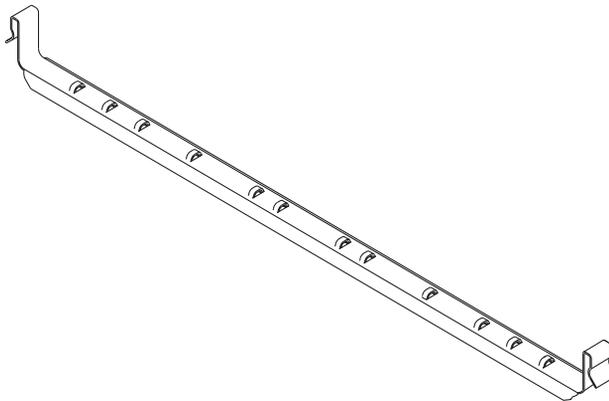
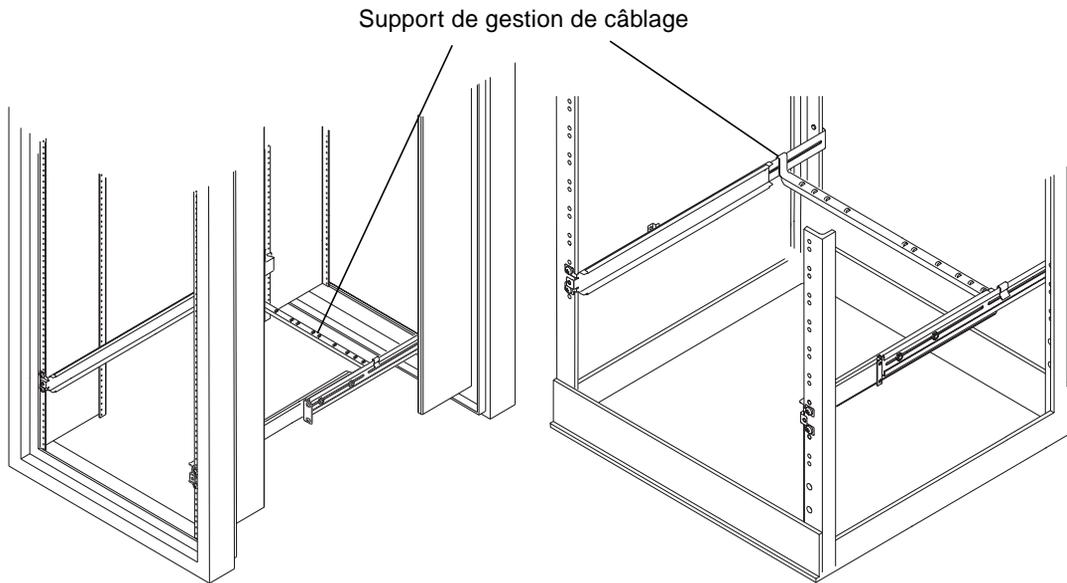

FIGURE 3-7 Support de gestion de câblage
FIGURE 3-8 Support de gestion de câblage installé dans deux armoires d'extension
- 12. Accrochez le support de gestion de câblage sur les glissières situées à l'arrière du système. Voir la FIGURE 3-7 et la FIGURE 3-8.**